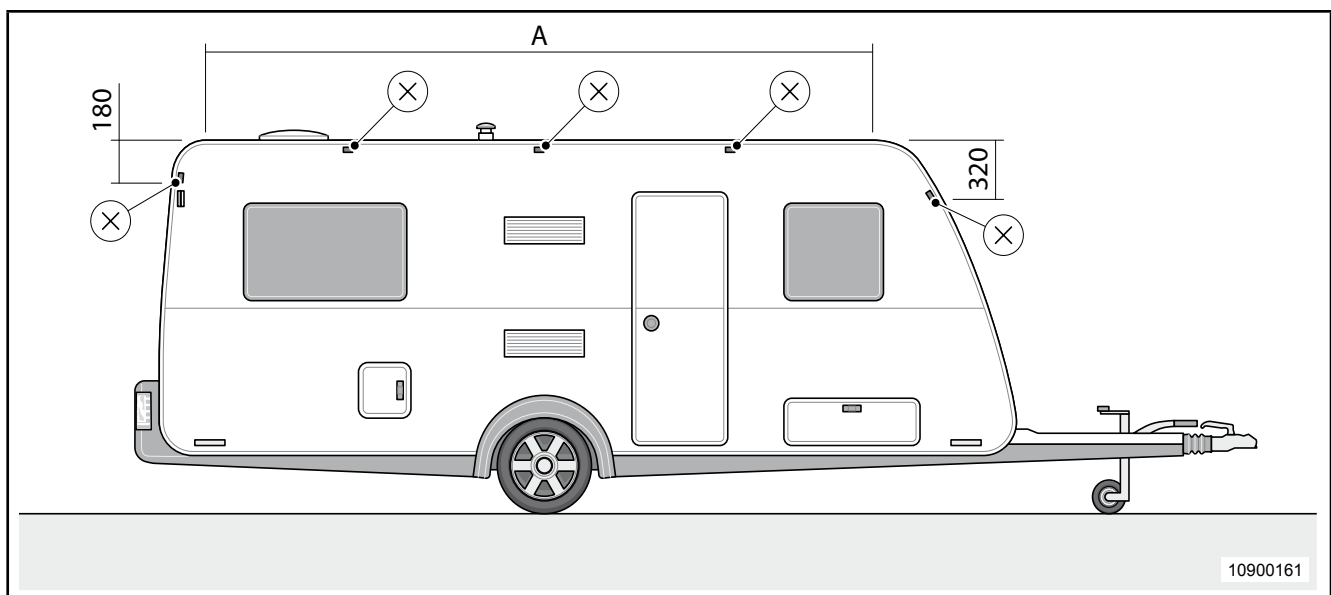

Abb. 6 Vorzeltösen montieren
1. Die Vorzeltösen mit Blechschrauben $\varnothing 3,9 \times 19$ mm V2A gemäß Abb. 6 befestigen und mit Dichtmasse Terostat 2729 abdichten.